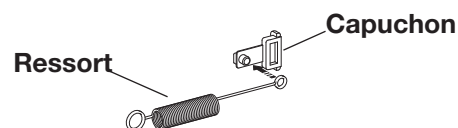

Fig. 8
- Insérez l'œillet le plus petit du ressort sur le capuchon en plastique de la grille (2 capuchons + 2 ressorts pour chaque grille). Fig. 8